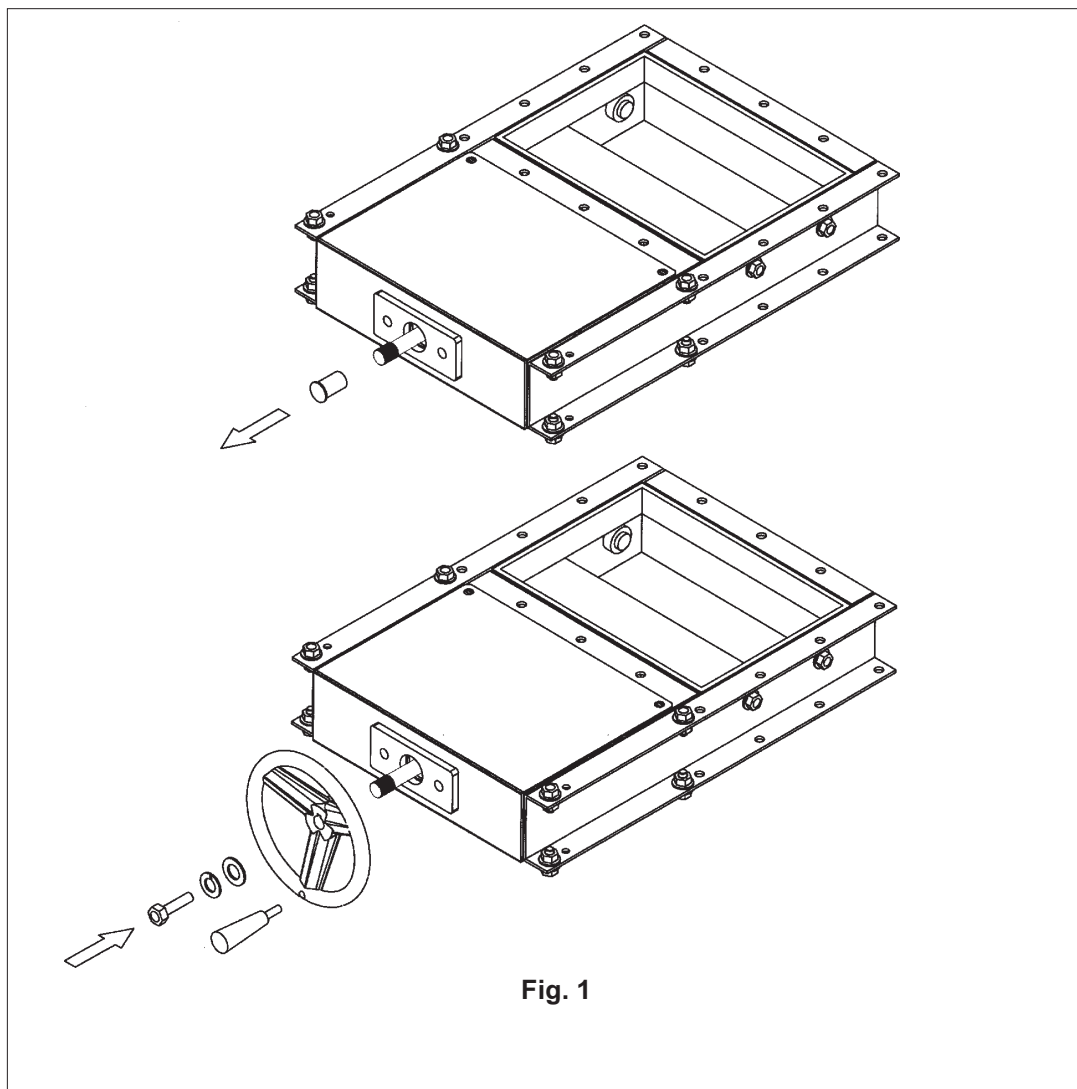

Fig. 1
- Close by fitting the washer, nut and bolt as shown in Fig. 1
- Mit Unterlegscheibe, Beilage und Schraube schließen, so wie es in der Abbildung 1 zu sehen ist.
- Bloquer avec la rondelle plate, la rondelle et la vis comme indiqué dans la figure 1.